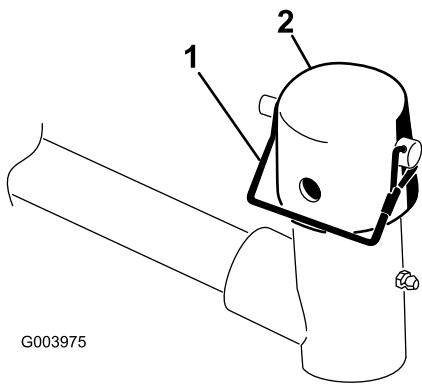

Figura 9
7. Retire el pasador de seguridad y el tapón de la horquilla de pivot del brazo de elevación (Figura 9).
- 11. Sujete el tapón y el eje del bastidor de tiro a la horquilla del brazo de elevación con el pasador de alambre (Figura 9).